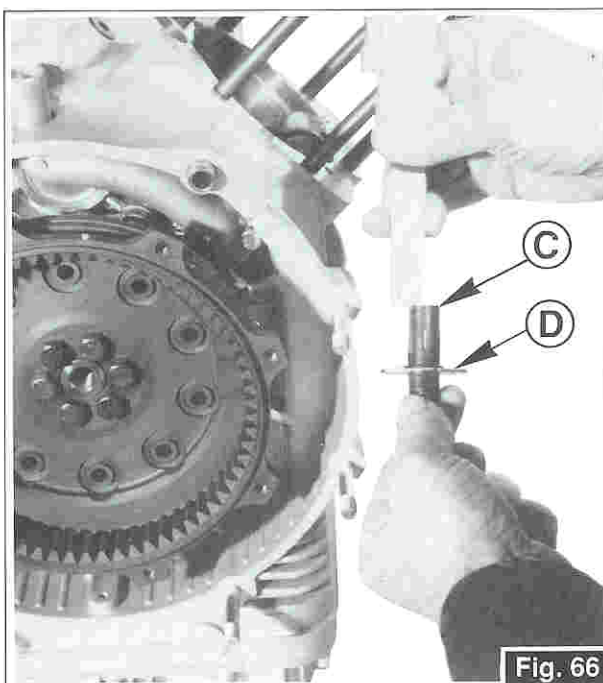

Fig. 66
- 2) rilevare la quota tra l'estremità «C» del sensore e la piastrina di battuta «D» dello stesso (Fig. 66). La differenza tra le due quote rilevate dà il traferro reale. In caso di necessità intervenire spessorando la battuta del sensore.
- 2) measure the distance from sensor tip «C» and plate «D» of the sensor (Fig. 66). The difference between the two measures gives actual air gap. If necessary, use more or less shims on sensor seating.